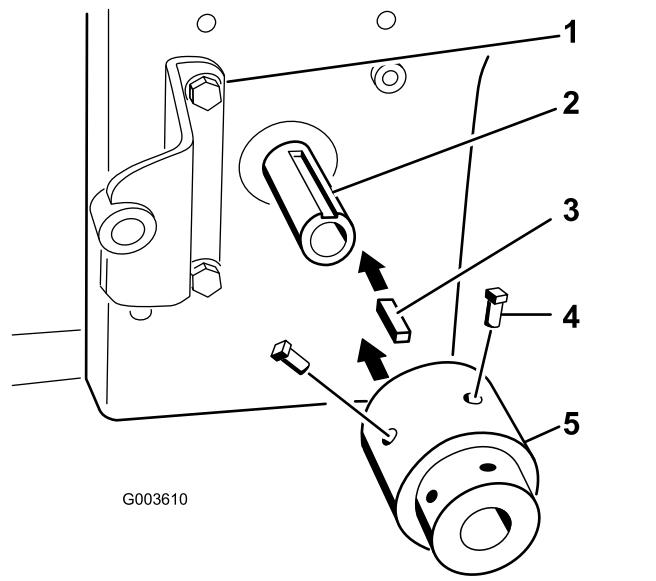

Figura 20
6. Inserite la chiave quadra (1/4" x 1") nell'intaglio dell'albero della presa di forza del motore (Figura 20).
7. Allineate il gruppo mozzo con la chiave quadra e montatelo sull'albero della PDF (presa di forza) del motore (Figura 20).
8. Applicate il frenofiletto rimovibile alle 2 viti di fermo (5/16" x 3/4") e avvitatele nel gruppo mozzo per fissarlo all'albero della presa di forza (Figura 20).